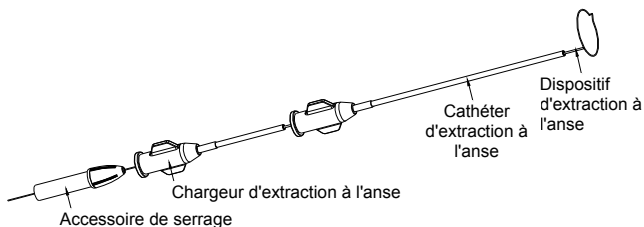
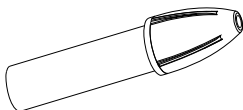

Figure 1 Système d'extraction à l'anse SeQure™
Figure 5 Accessoire de serrage
Le système d'extraction à l'anse SeQure™, qui comprend les systèmes d'extraction à l'anse général, petit et micro selon les différentes tailles de boucle et longueur du dispositif, se compose d'un dispositif, d'un cathéter, d'un chargeur d'extraction à l'anse et d'un accessoire de serrage. La structure du dispositif consiste en un axe et une boucle en nitinol, raccordés sur la section effilée de l'axe en nitinol par la force de compression d'un tube thermo rétractable en PTFE. La boucle est réalisée en fils de nitinol tressés, bobinés avec du fil de tungstène revêtu de nitrure de titane pour renforcer la radio-opacité. Le plat de la boucle est perpendiculaire à l'axe en nitinol. La boucle d'extraction à l'anse préformée peut être introduite par le cathéter sans risque de déformation, grâce aux propriétés de mémoire de forme et la super élasticité du nitinol. Le cathéter d'extraction à l'anse est fabriqué à partir d'un tube en polyéthylène (PE). Le connecteur Luer Lock est équipé d'un marqueur radio-opaque au niveau de l'extrémité distale pour renforcer la visibilité pendant l'opération. Le dispositif d'extraction à l'anse est pré-assemblé avec le chargeur et l'accessoire de serrage, puis emballé avec le cathéter adapté. (Voir la Figure 1 jusqu'à la Figure 5)